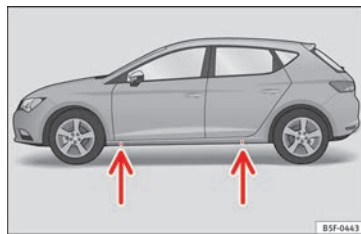

Abb. 52 Aufnahmeorte des Wagenhebers
- Setzen Sie den Wagenheber an den vorgesehenen Aufnahmepunkten am Längsträger an »» Abb. 52.